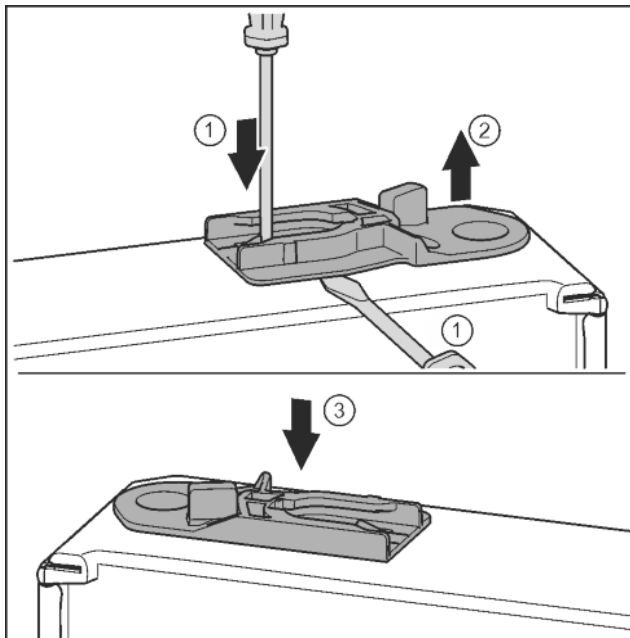

Fig. 32
- Wyjąć tuleję prowadzącą: Nakładkę wcisnąć przy pomocy śrubokręta i jednocześnie przesunąć śrubokrętem po tuleję prowadzącą. *Fig. 32 (1, 2)*
- Tuleję prowadzącą, objętą zakresem dostawy wsunąć po drugiej stronie obudowy. *Fig. 32 (3)*